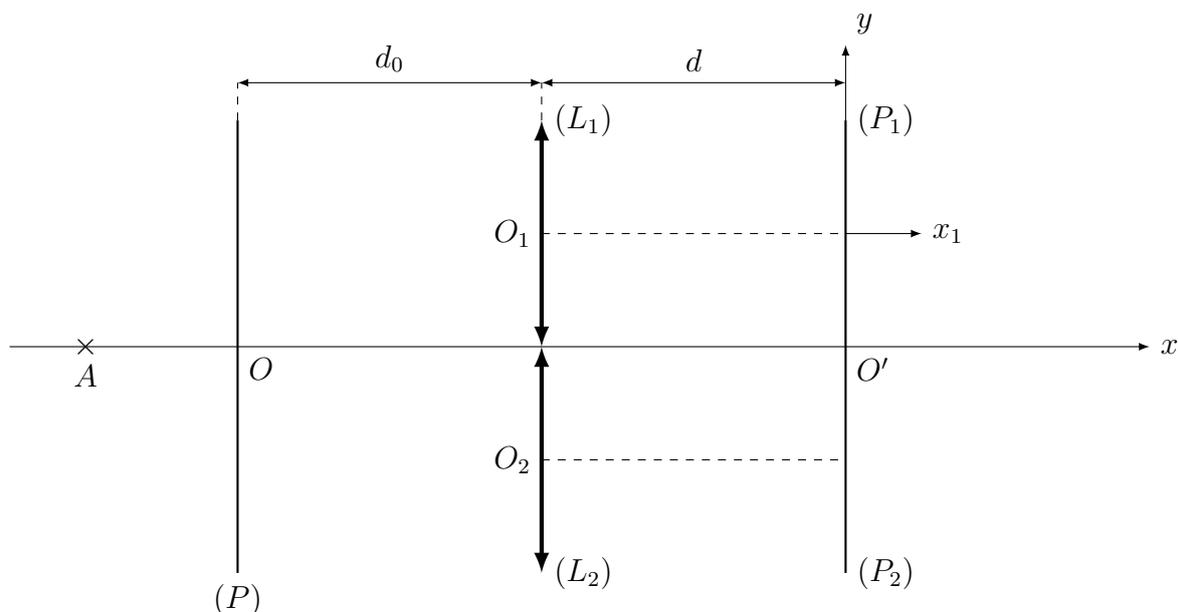

FIGURE 3 – Principe des lentilles de l'auto-focus
Le schéma est représenté figure 3.
On se place dans le cas où A est avant le plan (P) (cas de la figure 3) et on pose $\overline{OA} = p$ (mesure algébrique). On note à nouveau A_1 l'image de A par (L_1) .